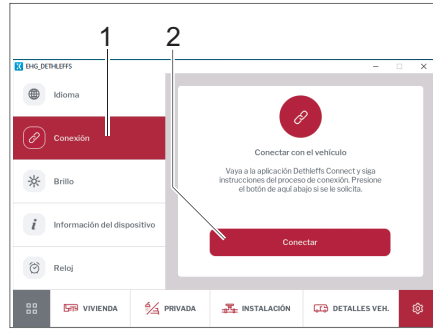

Fig. 277 Conexión a través de la pantalla EHG
- Tocar en la opción *Conexión* (Fig. 277,1). Aparece un mensaje que explica cómo se puede conectar el dispositivo móvil al vehículo.
- Tocar en la opción *Conectar* (Fig. 277,1). El vehículo y el dispositivo móvil ahora están emparejados.